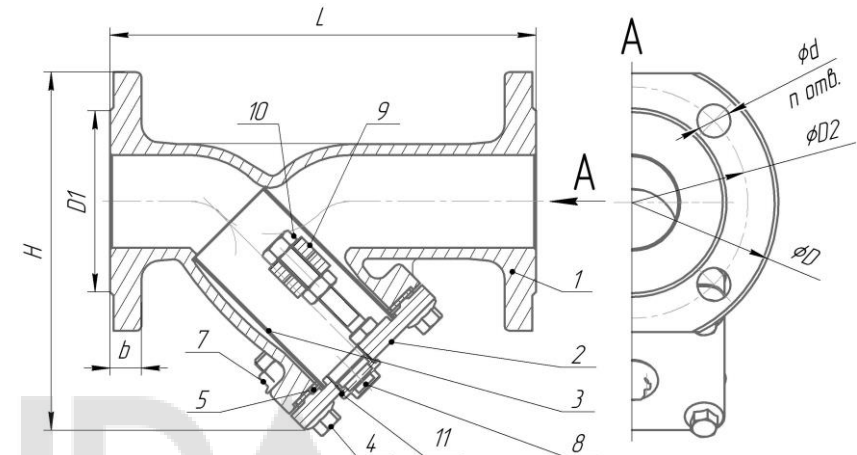

Рисунок 1 – Фильтр магнитный фланцевый чугунный LD ФМФ У-образный
3. Габаритные и присоединительные размеры изделия (см. рисунок 1)